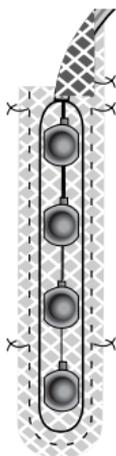

Figure 10. *Replier le maillage sur le corps de l'électrode et suturer.*
1. Raccourcir le maillage aux dimensions de la spatule d'électrode (Figure 10).
2. Replier le maillage sur le corps de l'électrode pour l'isoler du nerf (Figure 10).
3. Suturer le maillage avec des sutures non résorbables en nylon 2-0, ou équivalent (Figure 10).